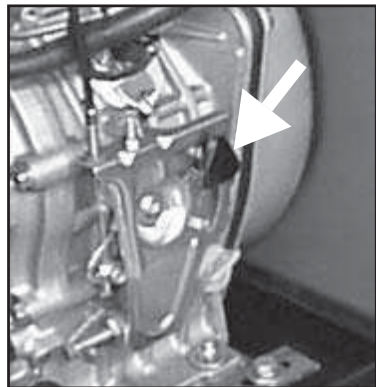

Fig. 7
2) Versione Motore Yanmar: Riportare il comando acceleratore, posto sul motore (vedi fig. 7), in alto; attendere il completo spegnimento del motore; riportare la chiave sulla posizione "OFF".